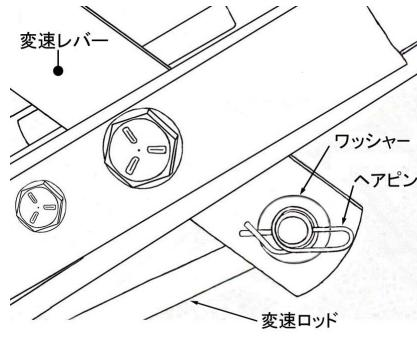

図3-8
- 変速ロッドの先端にワッシャを入れ、穴にヘアピンを差し込んでとめます。（図3-8）